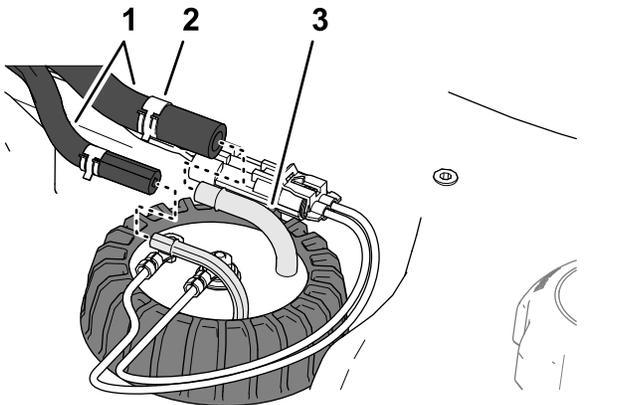

Figura 120
4. Mueva las abrazaderas que sujetan las mangueras a los acoplamientos del sensor de combustible hacia dentro, y retire las mangueras de los acoplamientos (Figura 120).